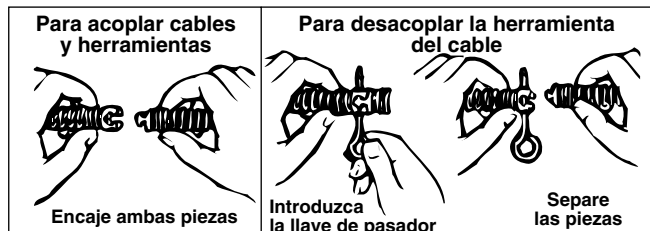

Figura 4 – Modo de acoplar y desacoplar herramientas y cables
6. Seleccione e instale la herramienta deseada en la punta del cable. El conector de ranura en T permite encajar la herramienta con un clic al acoplador del cable (Figura 4). Para desmontar la herramienta, emplee la llave de pasador para oprimir el pulsador y luego desacople las partes.